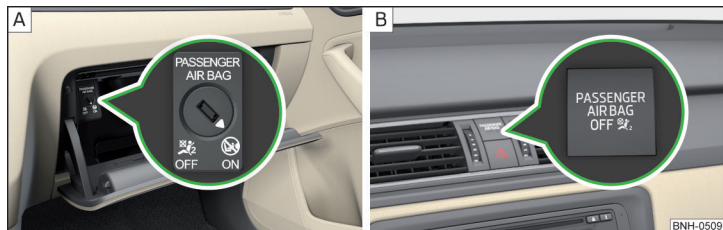

Fig. 11 Comutador de llave para el airbag lateral del acompañante/Testigo para el airbag delantero del acompañante
El airbag frontal del acompañante se puede desconectar con el conmutador de llave » fig. 11 de la pág. 20 - [A].
Posiciones del conmutador de llave » fig. 11 - [A]
- Gire con la llave del vehículo cuidadosamente la ranura del conmutador de llave a la posición » fig. 11 - [A] **OFF**.
- Compruebe si, tras conectar el encendido, se enciende el testigo **OFF** debajo del rótulo **PASSENGER AIR BAG** » fig. 11 - [B].
- Gire con la llave del vehículo cuidadosamente la ranura del conmutador de llave a la posición » fig. 11 - [A] **ON**.
- Compruebe si, tras conectar el encendido, no se enciende el testigo **OFF** bajo el rótulo **PASSENGER AIR BAG** » fig. 11 - [B].